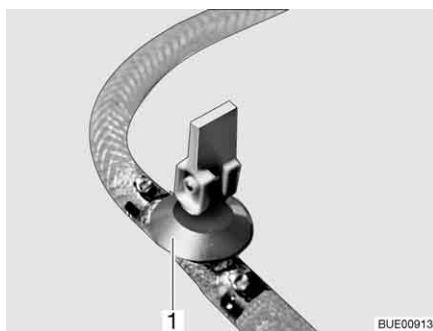
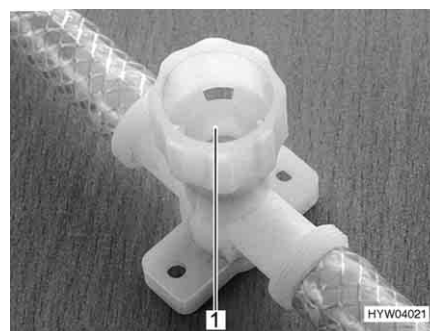

Bild 210 Ablasshahn (mit Kipphebel)
Bild 211 Ablasshahn (mit Drehkappe)
- Alle Ablasshähne schließen. Dazu den Kipphebel des Ablasshahns (Bild 210,1) waagrecht stellen oder die Kappe des Ablasshahns (Bild 211,1) im Uhrzeigersinn drehen.